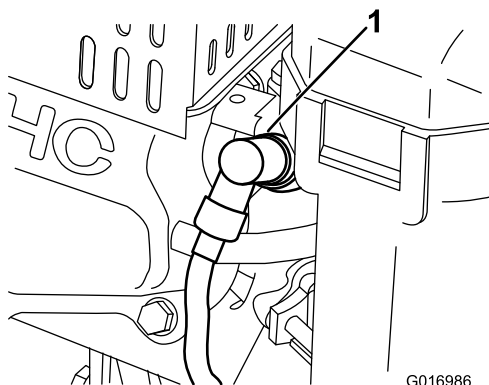

Figura 26
1. Staccate il cappello della candela (Figura 26).